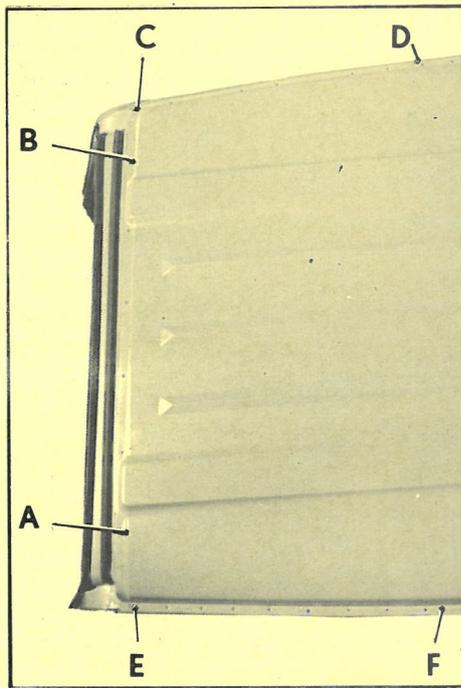

Fig. 1
2. Dégrafer l'arrière du pavillon : (fig. 1)